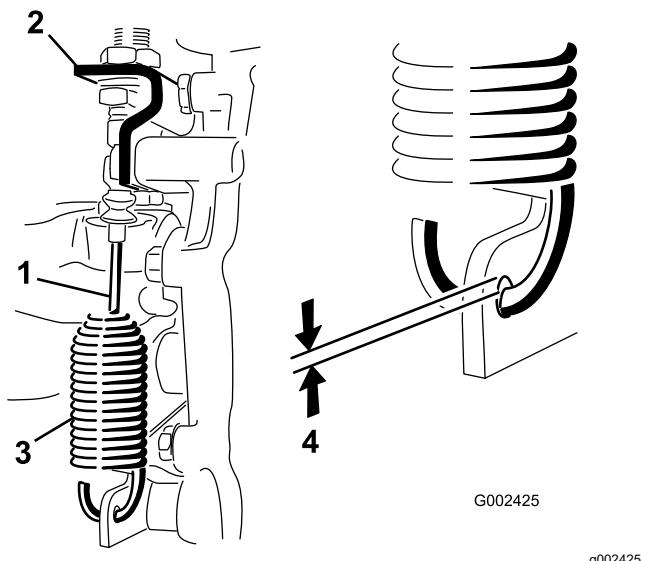

Figure 46
- Desserrez les écrous de blocage qui fixent le câble de blocage du différentiel au support de la boîte-pont (Figure 46).